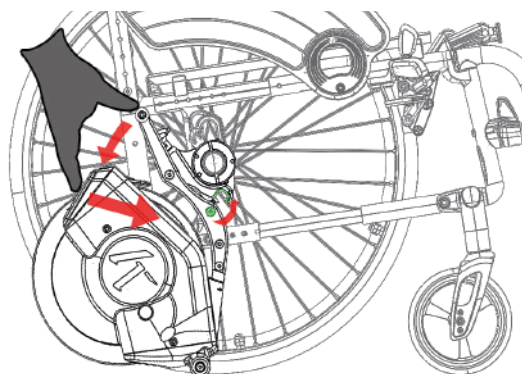

Figura 28
- Spingere in avanti la maniglia e contemporaneamente ruotare il TWIST R per agganciarlo. Sarà possibile udire il classico "click" che confermerà l'avvenuto aggancio alla carrozzina. Muovere su e giù la maniglia con forza per accertarsi che l'aggancio sia avvenuto correttamente (Figura 28).